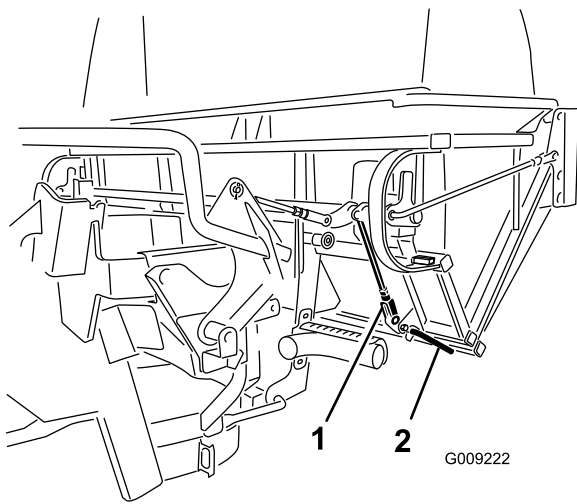

Figura 50
4. Asegúrese de que los cierres se enganchan completamente y que tocan la varilla de cierre que está soldada a la puerta (Figura 50).